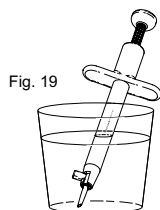

Fig. 19
4. Den fullstendig monterte injektoren plasseres med spissen ned i en beholder med BSS for å opprettholde hydrering av linsen. (Fig. 19)